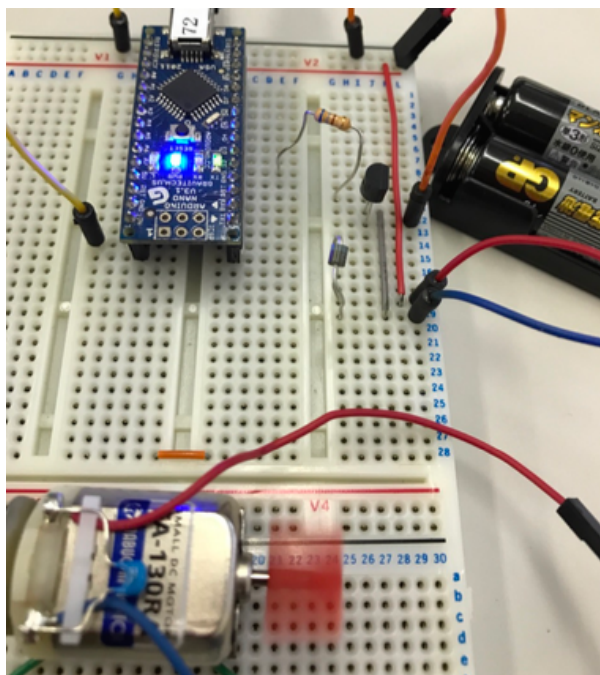

図 8: DC モーター
1.3 図 8 の電子部品（DC モーター FA-130RA）を次のような点から調べなさい。